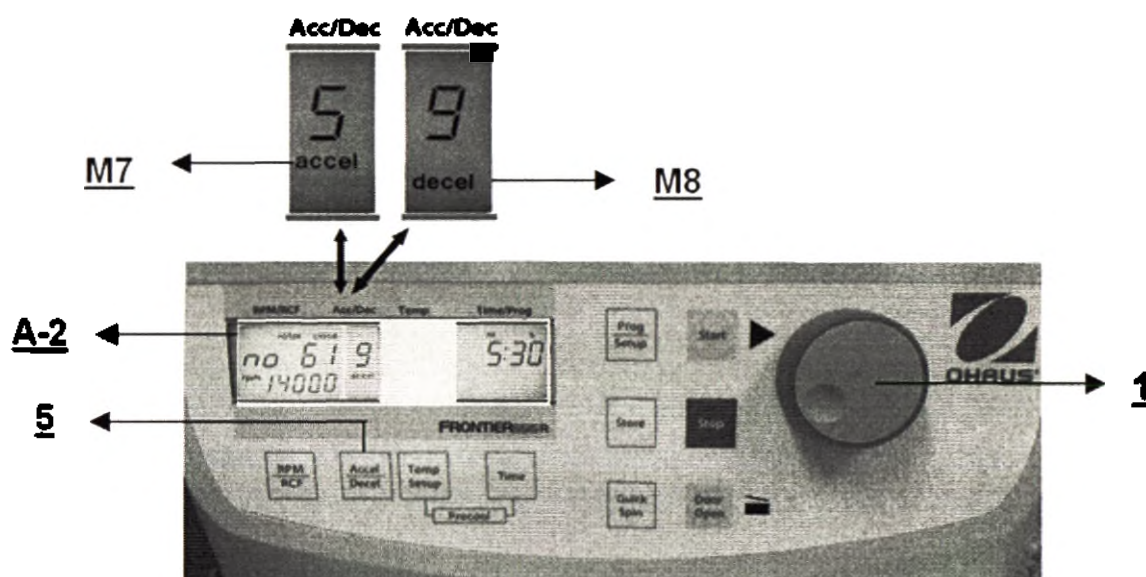

Рис. 18
Для задания этих параметров используется кнопка **Accel/Decel** (5) (см. рис. 18).